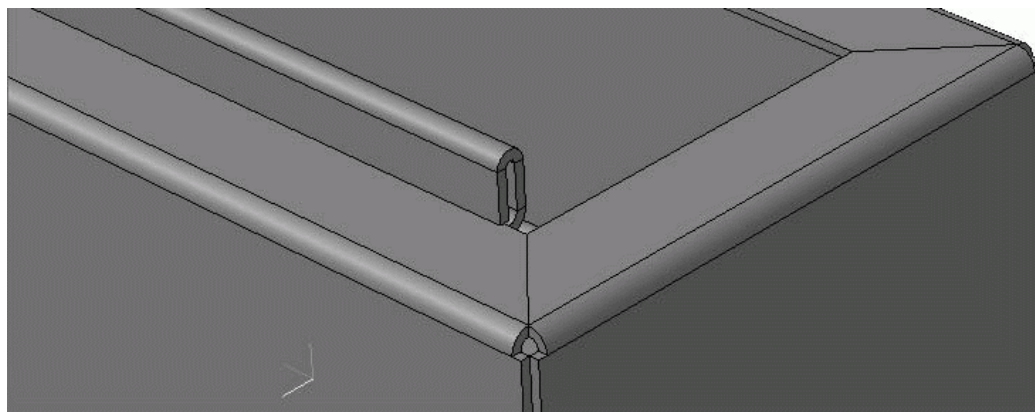

Рис. 3.156. Формирование сгиба материала под углом 180°
7. Постройте еще один сгиб радиусом 1 мм и длиной 4, 5 мм на кромке загнутого листа корпуса вдоль длинной его стороны. В качестве способа размещения выберите По центру, а ширину сгиба установите равной 96 мм. Завершите выполнение операции. На ребре верхней грани сформированного элемента продолжите добавление сгибов таким образом, чтобы лист загибался наружу из корпуса. Установите размещение нового сгиба По всей длине, радиус сгиба – 0,5 мм, длину – 5 мм, а угол сгиба измените с 90° (по умолчанию) на 180°. Создайте операцию. В результате вы должны получить следующий трехмерный элемент в модели (рис. 3.156).